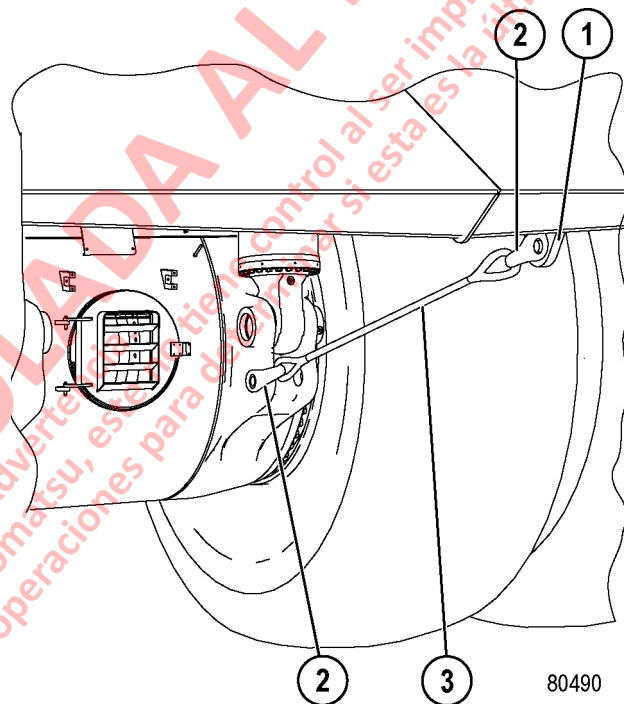

FIGURA 3-1. INSTALACIÓN DE LA ESLINGA DE RETENCIÓN DE LA TOLVA
2. Coloque dos grilletes (2, Figura 3-1) y una eslinga para retener la tolva (3), entre la aleta de la parte trasera de la tolva (1) y la carcasa del eje.